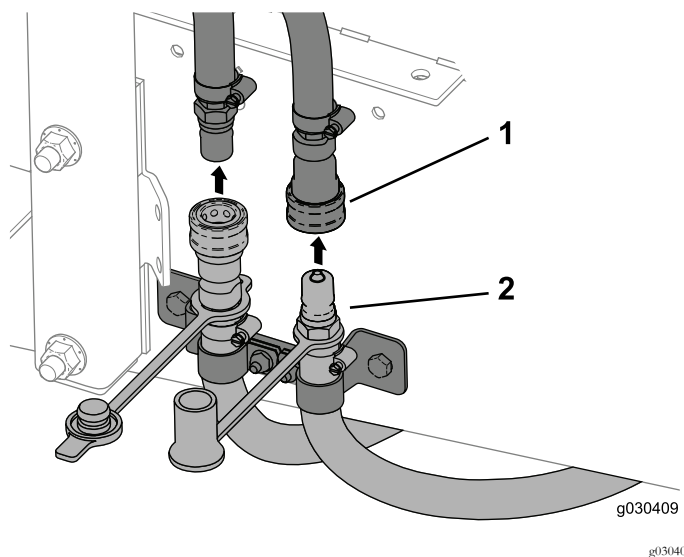

Figura 63
2. Desligue os tubos do aquecedor (Figura 63).